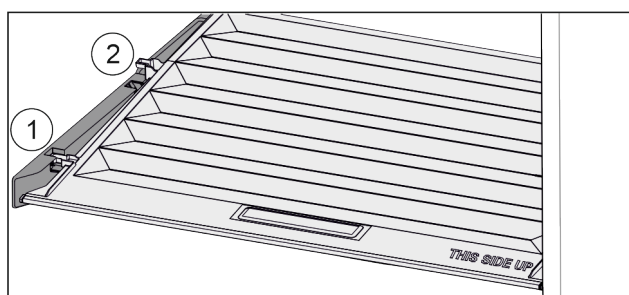

Fig. 48
- ▶ Træk dækslet fremad til åbning i holdedelene Fig. 48 (1).
- ▶ Løft nedefra og bevæg det opad og ud Fig. 48 (2).